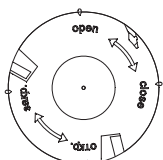

Рисунок 4
- руководствуясь информацией на дымкамере (см. рисунок 4), повернуть крышку и снять ее;